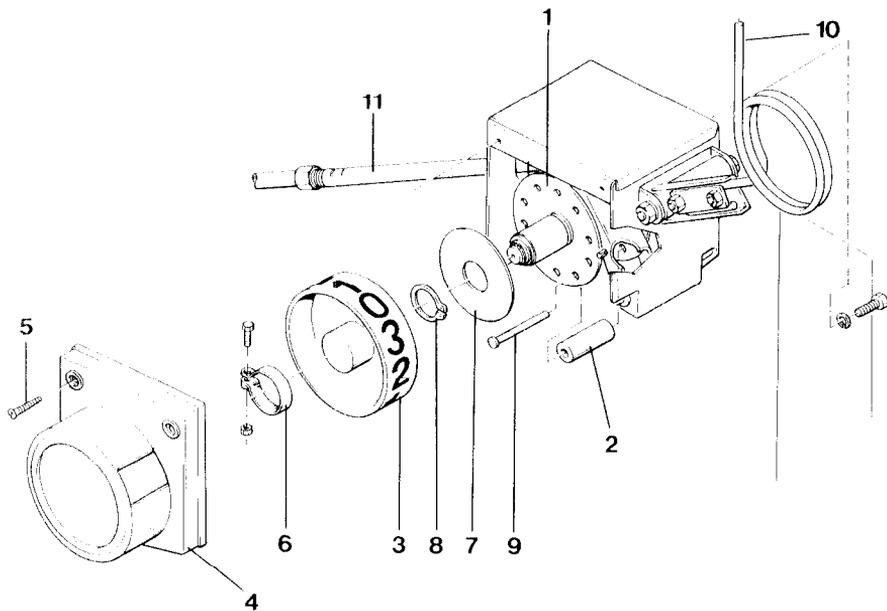

Fig. 59
Un disque crénelé (fig. 59/1) à l'intérieur du boîtier programmeur commande la fréquence de jalonnage. Le jalonnage à 2-, 3-, 4- et 6- passages est assuré par le même disque crénelé. Pour transformer la programmation du boîtier programmeur, il suffit de changer de position (ou de compléter) les galets de manœuvre (fig. 59/2) comme indiqué à la fin de ce paragraphe. Des disques crénelés correspondant à tous les autres programmes de jalonnage peuvent être fournis.
La roue programmatrice de jalonnage (fig. 59/1) est identique pour 2, 3, 4 et 6 passages. Si on veut modifier le programme du jalonnage, il suffit de déplacer et/ou de compléter les galets de manœuvre (fig. 59/2) sur la roue programmatrice (fig. 59/1).
Pour un programme de jalonnage à 5, 7, 8 et 9 passages, il faut, en cas de modification, remplacer la roue programmatrice en place (fig. 59/1) par une roue programmatrice correspondant au jalonnage souhaité.
Pour chaque changement de programme de jalonnage, il est indispensable de remplacer aussi l'autocollant chiffré sur la roue indicatrice de sélection de jalonnage (fig. 59/3).
Il suffit uniquement de modifier la position des galets de manœuvre (fig. 59/2) et/ou de les compléter. Cette opération peut aussi se réaliser lorsque le boîtier programmeur est fixé sur le semoir. Procéder comme suit:
- Retirer le capot de protection (fig. 59/4) après avoir desserré les 2 vis à tôle (fig. 59/5).
- Desserrer le collier (fig. 59/6) et le retirer avec la roue indicatrice de sélection de jalonnage.
- Retirer la rondelle d'arrêt (fig. 59/7) après avoir enlevé le circlips 24 x 1,2 (fig. 59/8).
- Les galets de manœuvre (fig. 59/2) à rotation libre peuvent être déplacés en suivant les schémas de la fig. 60. Pour cela, retirer les axes (fig. 59/9).
- Remettre en place la rondelle d'arrêt (fig. 59/7) et le circlips (fig. 59/8).
- Coller sur la roue indicatrice de sélection de jalonnage (fig. 59/3) le nouvel autocollant chiffré (fig. 61) et la fixer à la roue programmatrice de jalonnage au moyen du collier de serrage (fig. 59/6).
- Actionner plusieurs fois de manière répétée le boîtier programmeur à l'aide du ressort de commande (fig. 59/10) jusqu'à ce que le manchon de serrage (fig. 59/11) soit tiré et maintenu par un galet de manœuvre. Approcher le capot de protection (fig. 59/4) contre le boîtier programmeur et tourner en même temps la roue indicatrice de sélection de jalonnage (fig. 59/3) jusqu'à ce que le chiffré «0» s'affiche dans la lucarne de capot de protection.
- Serrer fortement en position la roue indicatrice de sélection de jalonnage (fig. 59/3) au moyen du collier de serrage (fig. 59/6) et remettre en place le capot de protection (fig. 59/4).
- Faire fonctionner le boîtier programmeur en actionnant le ressort de commande (fig. 59/10) jusqu'à ce que la roue indicatrice de sélection de jalonnage (fig. 59/3) ait effectué au moins trois révolutions complètes et vérifier en même temps le fonctionnement correct du boîtier programmeur, c'est-à-dire, que le manchon de serrage (fig. 59/11) est tiré chaque fois que le chiffre «0» s'affiche.